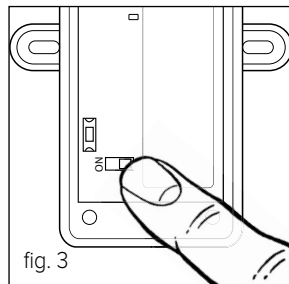

fig. 3
- Impostare il microinteruttore sulla scheda della sonda esterna in posizione ON (fig. 3).